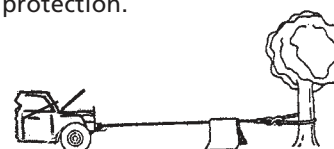

Figure 5
10. Il est judicieux de poser une couverture ou une veste épaisse sur le câble métallique, près du crochet, lorsque vous tirez une charge lourde (Figure 5). En cas de défaillance du câble métallique, le tissu servira d'amortisseur et empêchera le câble d'agir comme un fouet. Levez le capot du véhicule pour plus de protection.